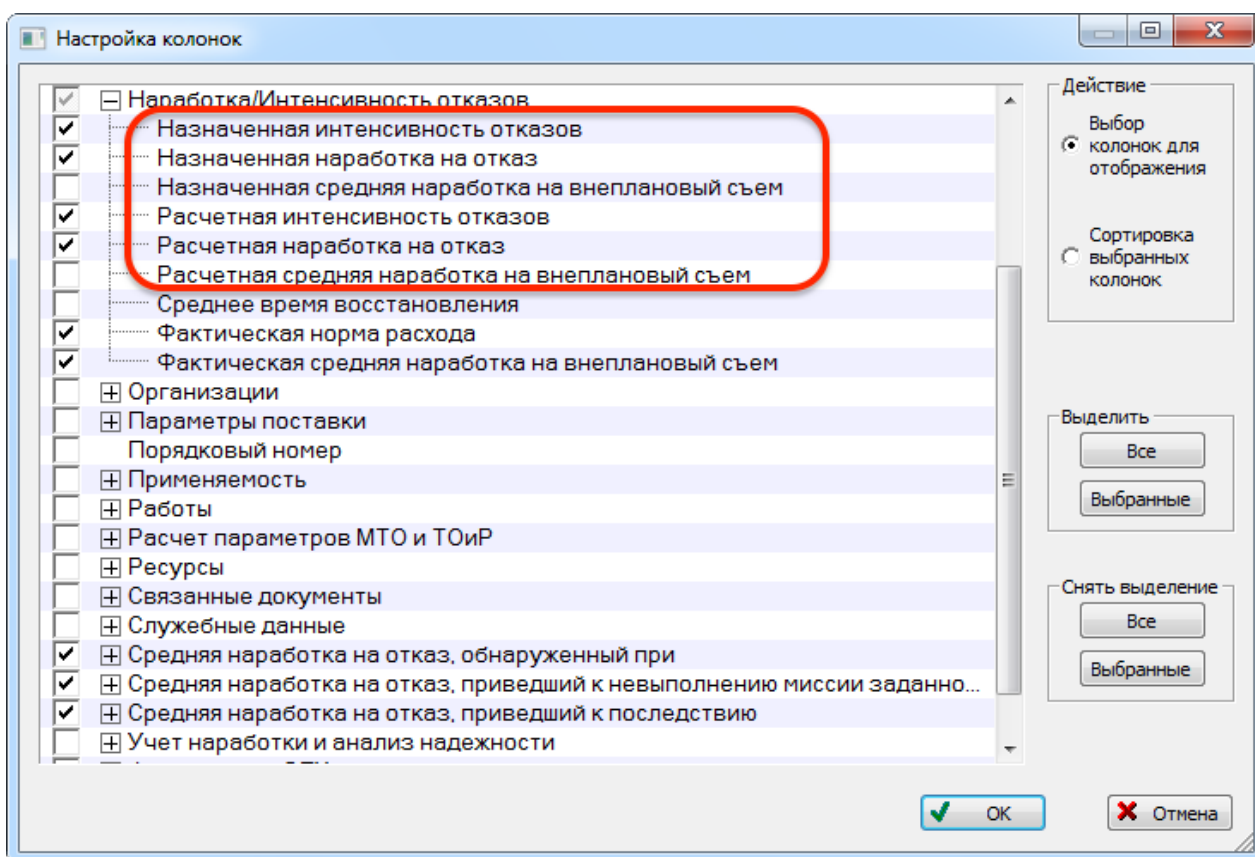

Рис. 11-11 – Настройка колонок для ввода параметров надежности
1) Настроить отображение соответствующих столбцов в таблице, воспользовавшись кнопкой «Настройка колонок» панели «Вид» (рис. 11-11) или выбрав пункт «Расчет МТBF» в раскрывающемся списке при нажатии кнопки «Показать колонки...».